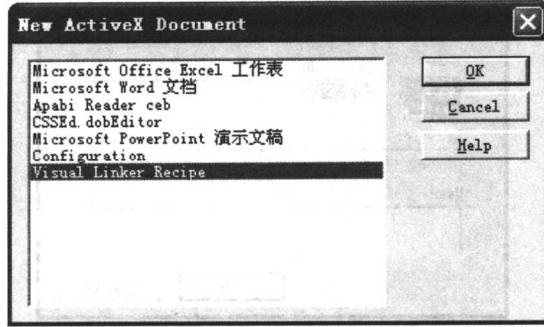

图 1.6 ActiveX 类型文档对话框
- New→ActiveX Document, 在 CCS 中打开一个 ActiveX 类型的文档 (如 Microsoft Word 或 Bitmap 等), 当单击该命令后, 将打开如图 1.6 所示的对话框。